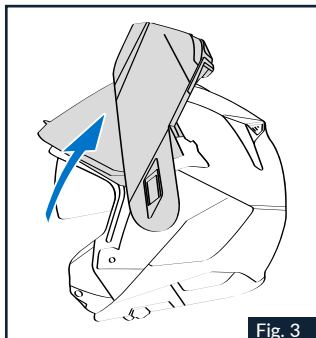

Fig. 3
1.3 Tirer vers l'avant la mentonnière, en l'accompagnant dans son mouvement de rotation vers le haut jusqu'à ce qu'elle rejoigne la position d'arrêt à l'arrière de la calotte (Fig. 3 et 4).
2.1 Tourner la mentonnière vers l'avant, en l'accompagnant dans son mouvement de rotation jusqu'à ce qu'on entende les déclics du mécanisme de fermeture (Fig.3).